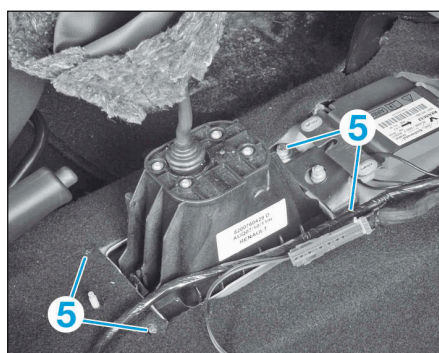

FIG.13
- les fixations (5) du boîtier de commande des vitesses (Fig.13).